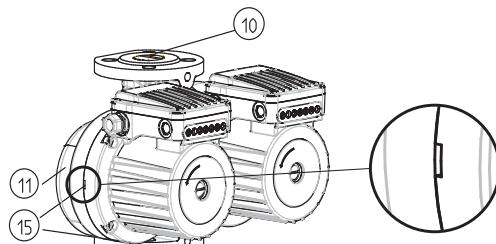
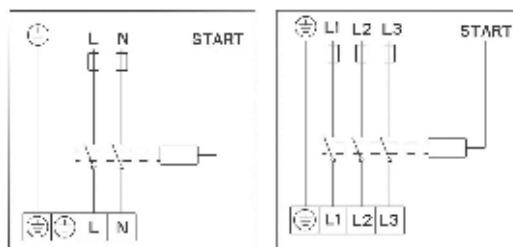

Abb.3
Abb. 4
- GHND (basic, auto), GHNMD (basic, auto) – Pumpen verfügen über ein doppeltes Hydraulikgehäuse (Abb.3 – Pos.11), mit eingebauter Kippklappe (Abb.3 – Pos.10), die, abhängig vom Fluss des Mediums durch die eine oder andere Pumpe, selbsttätig kippt.
Die Anschließung der Pumpen muss nach dem Schaltplan (Abb. 4), der an der Unterseite des Motordeckels abgebildet ist, erfolgen. Zuerst muss der obere Deckel abgeschraubt werden (Abb.3 – Pos. 2 ).